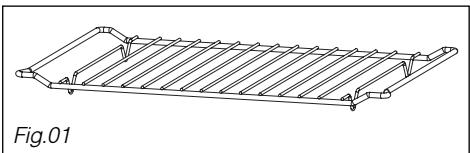

Fig.01
• **Het rooster (Fig.01):** hiermee kunt u roosteren, een bruin laagje aan uw gerechten geven of grillen. Het rooster mag nooit met andere metalen schalen gebruikt worden met de microgolven, grill + microgolven of hete lucht + microgolven functie.